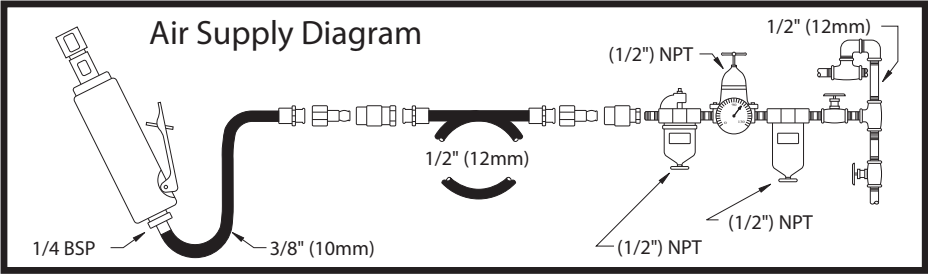

Fig. 01
3. Operation (See figures 01, 02 & 03)
- Connect device as shown in Fig. 01.
- To start the machine, pull the trigger (A). Machine speed is increase by increasing pressure on the trigger. Release the trigger to stop.
- Das Gerät wie in Abb. 01 gezeigt anschließen.
- Um die Maschine zu starten, muss der Auslöser (A) gezogen werden. Der Druck auf den Abzug bestimmt die Geschwindigkeit des Motors. Um die Maschine zu stoppen, den Auslöser wieder freigeben.